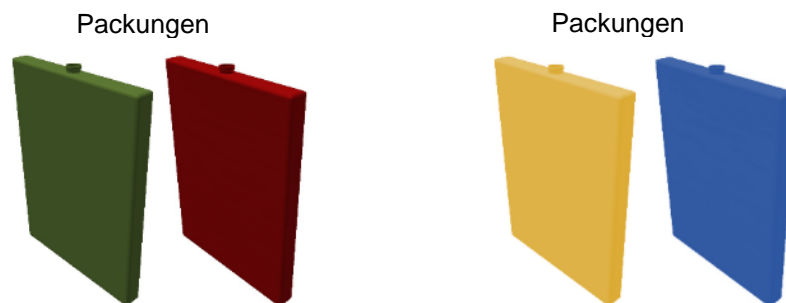

Abb. 5 – Freezer und Chiller eutektische Packungen
- Verwenden Sie die Sätze von 8 Einheiten (grün und rot oder gelb und blau) mit der gleichen Farbe pro Verwendung, um die Sätze zu unterscheiden (Abb. 5).